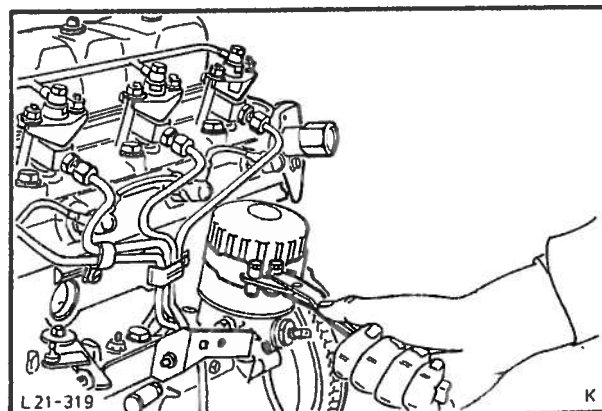

Fig. 38 Skru av oljefilteret.
2. Tapp motoroljen, trekk ut peilepinnen og skru av fullstrømsoljefilteret med en filternøkkel, fig. 38.